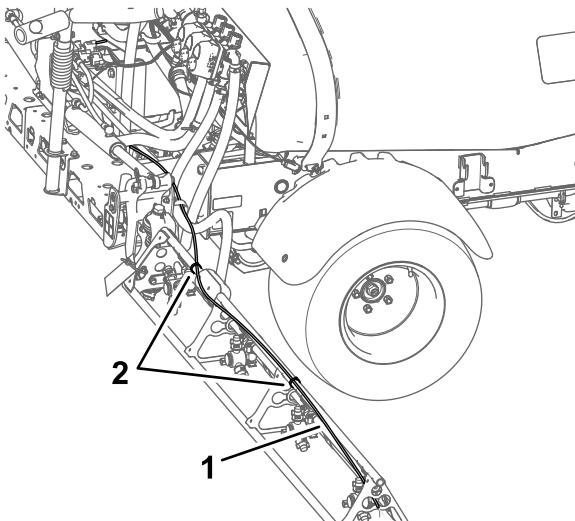

Bild 24
4. Verlegen Sie den Schlauch entlang der Rückseite der oberen Haltestange des äußeren Sprühabschnitts, wie in Bild 24 abgebildet.
6. Befestigen Sie die Schläuche mit Kabelbindern am äußeren Sprühabschnitt, wie in Bild 24 abgebildet.